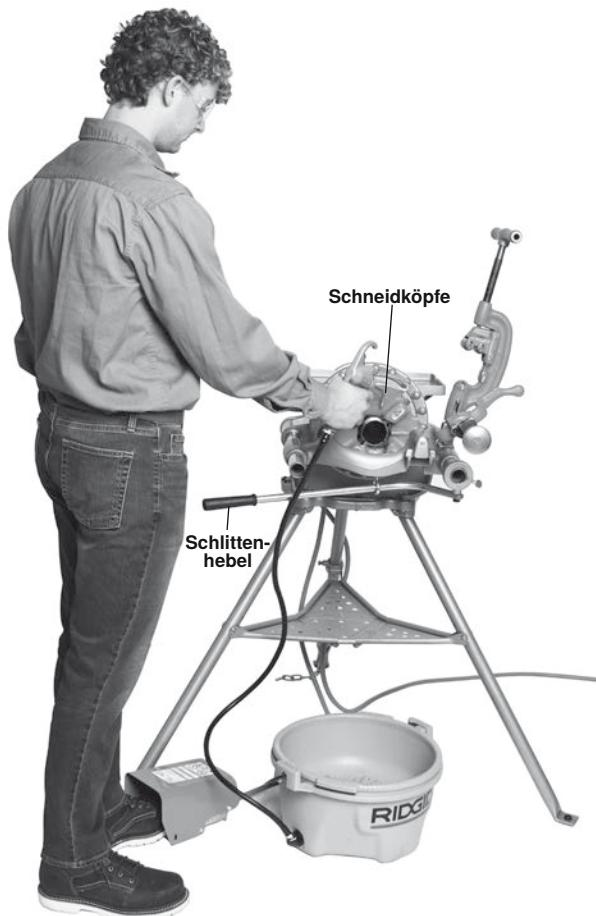

Abbildung 23 - Gewindeschneiden von Rohren mit Schneidköpfen/richtige Betriebsposition
6. Bewegen Sie den Schlittenhebel, um den Schneidkopf an das Rohrende zu bringen (*Abbildung 23*). Üben Sie mäßige Kraft auf den Schlittenhebel